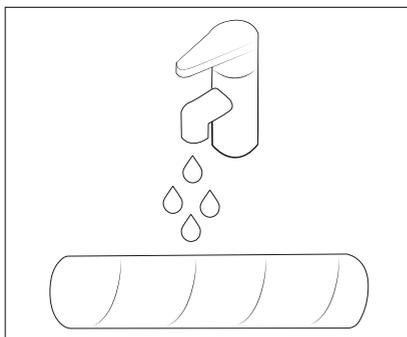

Fig. 14
- 4) Lavare il rullo a spazzola 12 con acqua di rubinetto calda (vedere fig. 14). Se necessario, versare un poco di detergente sul rullo a spazzola 12. Lasciare asciugare completamente all'aria il rullo a spazzola 12 prima di reinserirlo nella testa di lavaggio 7.